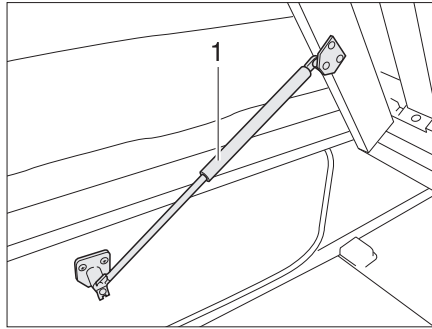

Fig. 70 Cama fija
- Levantar el somier. Los resortes por presión de gas (Fig. 70,1) retienen el somier en la posición abierta.